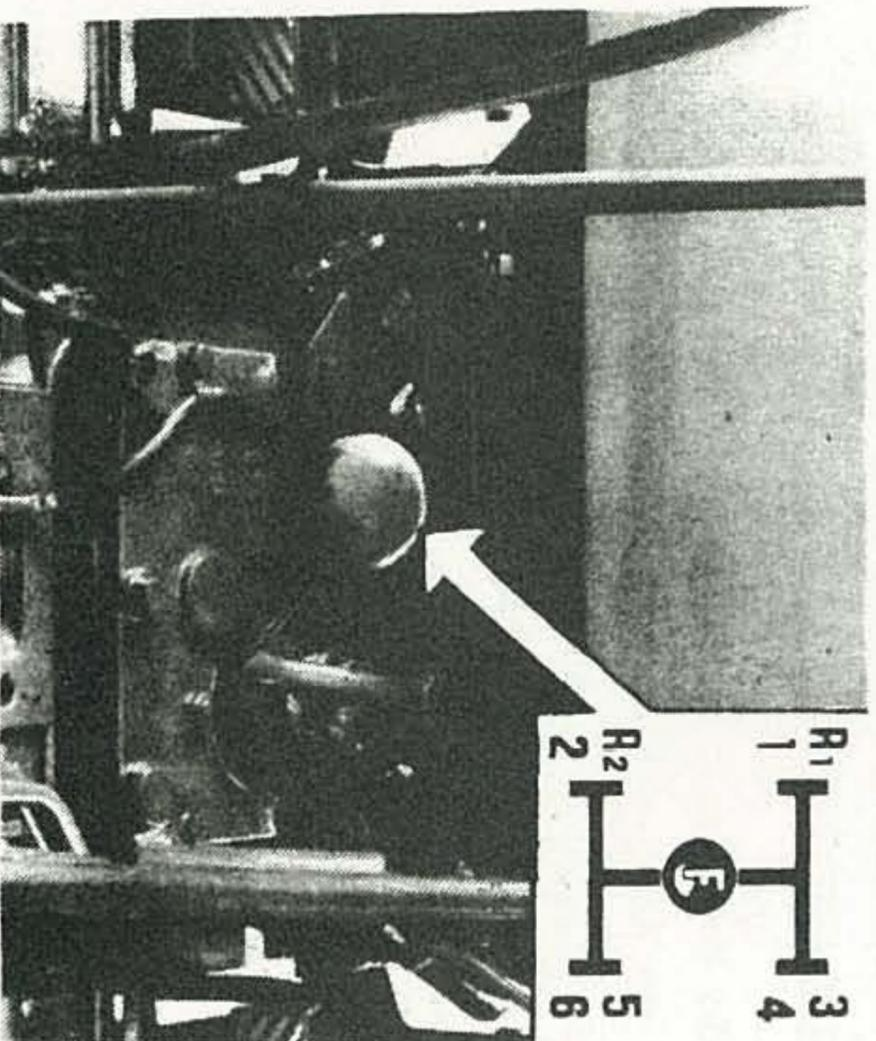

Fig. 6 - Esquema da caixa de velocidades.
1. Verifique se a embraiagem central se encontra na posição de desembralada e leve a manete de velocidades para a posição de ponto morto (fig. 6).